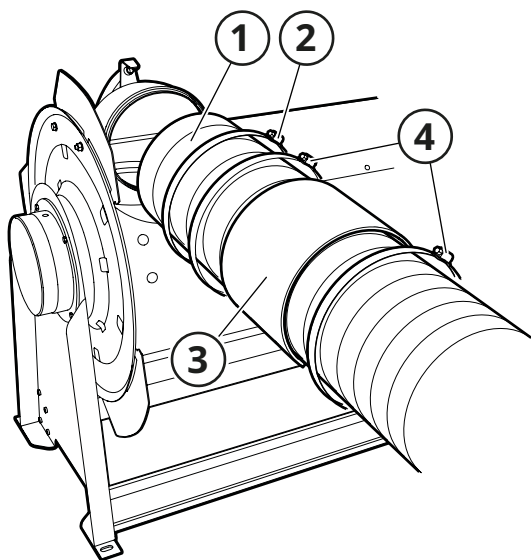

Fig. 10
6. Montera slang (2, **Fig. 10**) med eventuell reducering (1) på slangrullens anslutning med slangklammer (3).